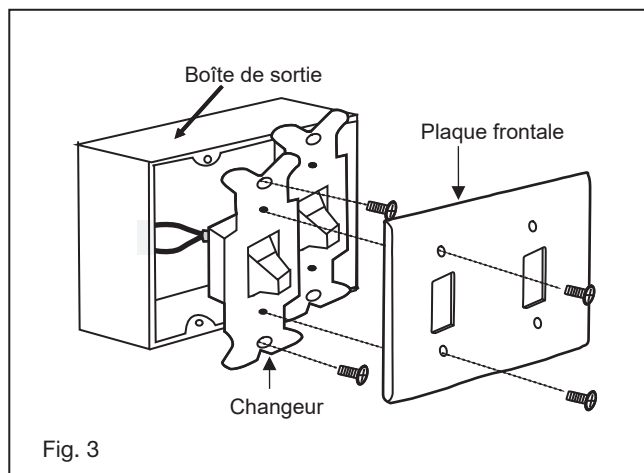

Fig. 3
- 1 Desserrez les vis qui préinstallent le coupleur aux 2/3, alignez les trous circulaires du boîtier supérieur avec les vis desserrées. (Fig. 3)
- 1 Retirez la plaque murale existante et l'ancien interrupteur de la boîte de prise murale. (Fig. 3)
Un flux d'air **VERS LE BAS** crée un effet de refroidissement comme illustré à la Figure 3. Cela vous permet de régler votre climatiseur sur un réglage plus chaud sans affecter votre confort.